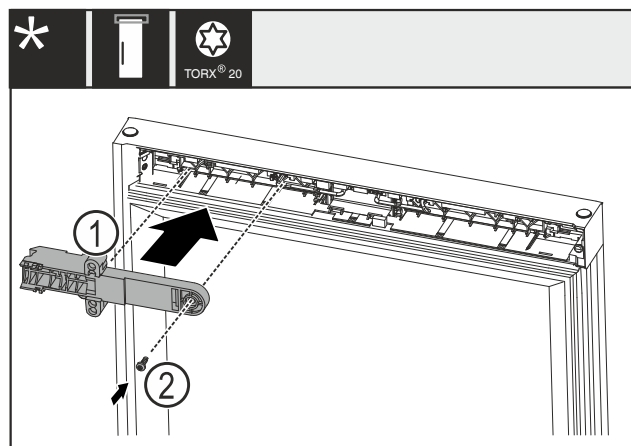

Fig. 21
- Gire la pieza de retención del candado Fig. 21 (1) 180° y móntela en el lado opuesto.
- Fije la pieza de retención del candado Fig. 21 (1) con un tornillo Fig. 21 (2).